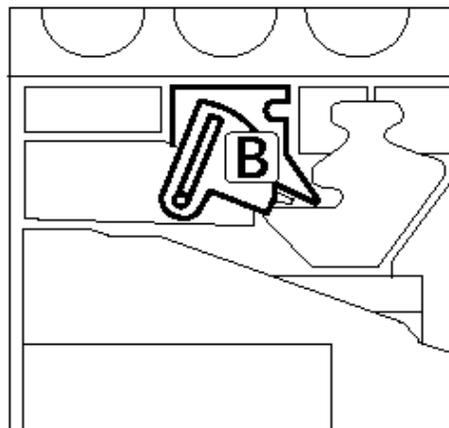

Abb. 28: Goldener Entriegelungshebel (B)
- 2 Den goldenen Entriegelungshebel der CopyBox (Bereich B) gegen den Uhrzeigersinn drehen, um sie zu lösen (s. Abb. 28 und Abb. 29).
**HINWEIS:** Das in Abb. 28 auf der Entriegelung sichtbare "B" befindet sich tatsächlich auf der CopyBox.